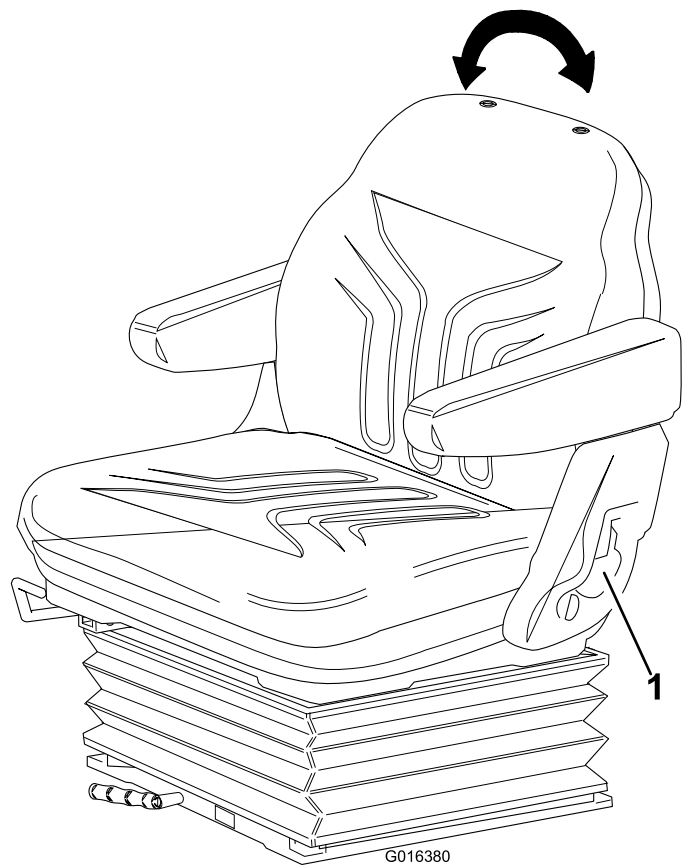

Bild 25
- Ziehen Sie den Griff nach außen, um den Winkel der Rückenlehne anzupassen (Bild 25).